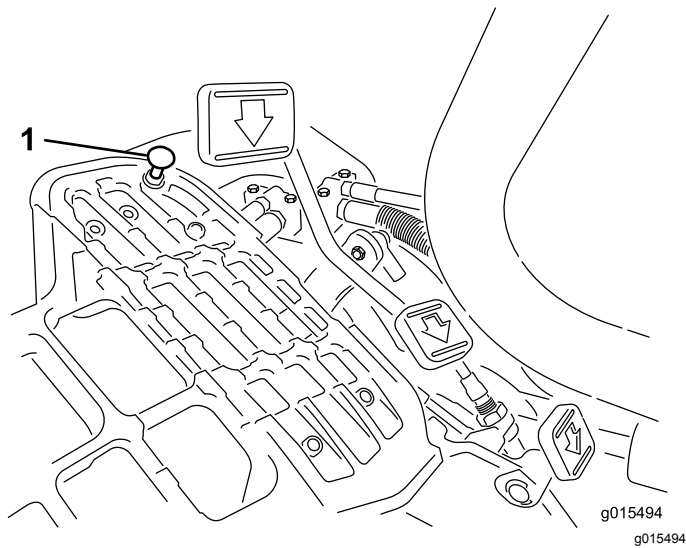

图 36
要获得最大行驶速度请将功能控制杆放在行驶位置并踩下驱动踏板。如果在拉线感到张紧力之前踏板接触到限位器图 36 请执行以下调节程序
1. 将功能控制杆放在行驶位置松开将踏板限位器固定至底板上的锁紧螺母图 36。